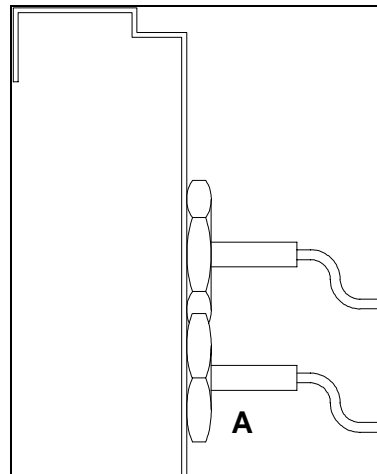

Abb.17
**ACHTUNG!** Nur dann einstellen, wenn der Behälter bis zur vorletzten Elektrode gefüllt ist (A, Abb.17). Das Wasser im Behälter darf nicht kochen. Anhand des Striches unter dem Einstelloch und der Skala auf dem Schraubenzieher kann man erkennen, wie weit man die Einstellung verdreht. Die Einstellung ist um 1 bis 2 Striche zu verdrehen und die abgegebene Temperatur zu überprüfen. Erforderlichenfalls ist das Verfahren solange zu wiederholen, bis die gewünschte Temperatur eingestellt ist.
6. Wenn der Behälter wieder bis zur vorletzten Elektrode (siehe A, Abb.17) gefüllt ist, warten Sie 10 Minuten.